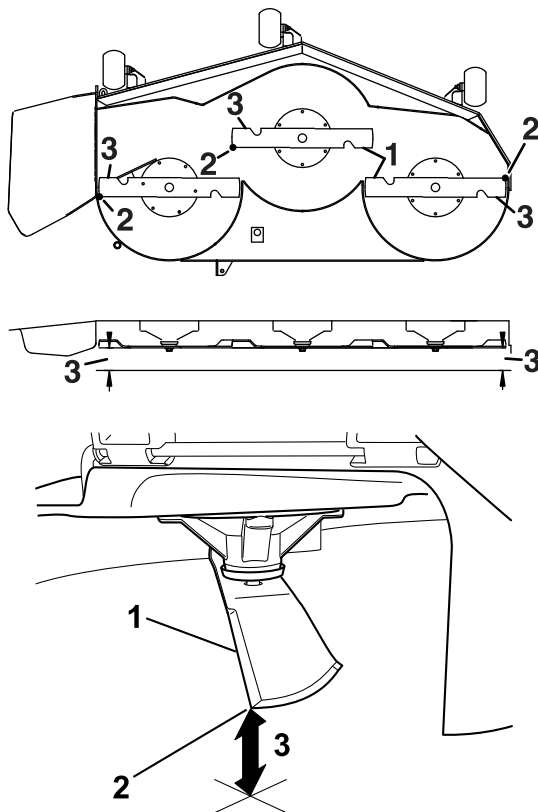

Figura 81
6. Mida entre la punta de la cuchilla y la superficie plana (Figura 81). Si hay una diferencia de más de 5 mm entre ambas dimensiones, ajuste la nivelación, y siga con este procedimiento.
12. Gire cuidadosamente las cuchillas colocándolas perpendicularmente al sentido de avance de la máquina (Figura 81).